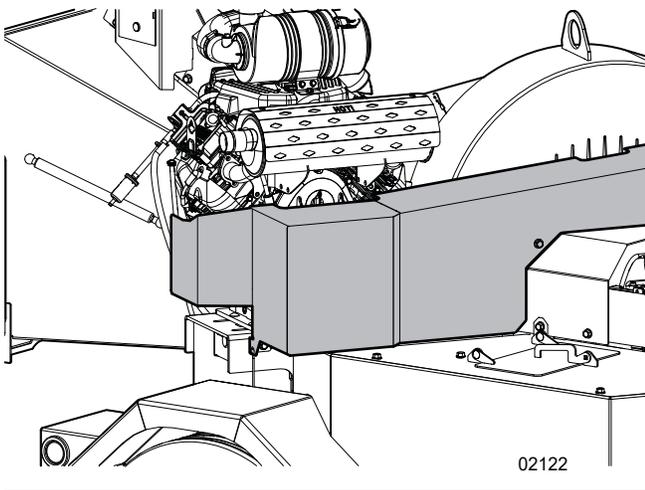

Figure 47 – Protège-courroie
1. Retirez les attaches du protège-courroie de la courroie d'entraînement et la protection. Consultez la *Figure 47* à la page 70.